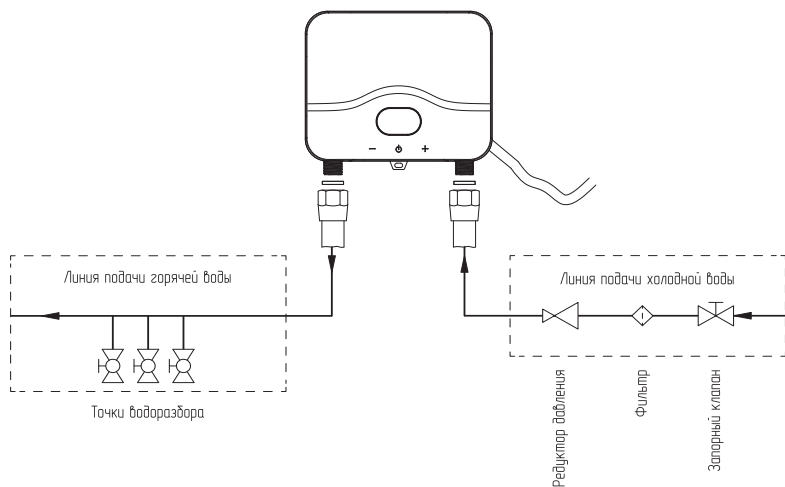

Рис.6 Подключение системы водоснабжения (нормальная установка)
- С патрубков входа холодной и выхода горячей воды, перед присоединением снять защитные пластиковые заглушки. Подсоединить водопроводную трубу к патрубкам для входа и выхода воды. Последовательность подключений обозначена на **Рис.6**.